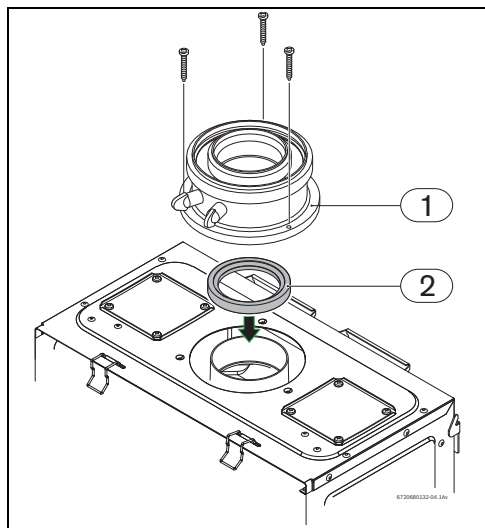

Fig. 27 Accesorio AZB 931 (cod. 7 716 780 184)
- ▶ Colocar el vedante entre el aparato y el accesorio, consultar la Fig.27, pos. 2.
- ▶ Apretar los 3 tornillos del accesorio de evacuación, consultar la Fig. 27 , pos. 1.